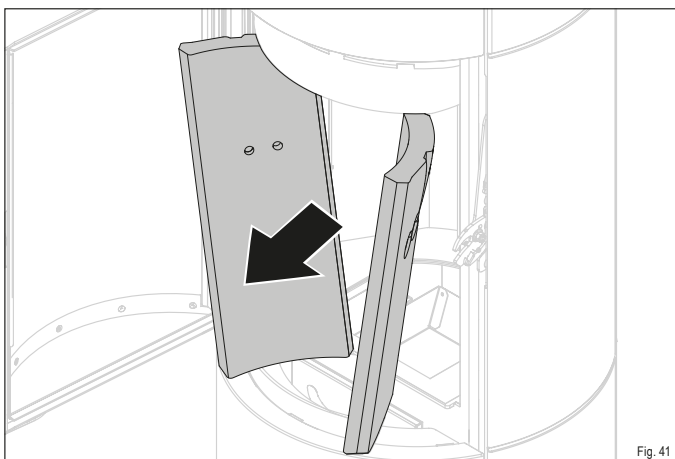

Fig. 41
- Retirez les deux pierres thermique latérales (Fig. 41).